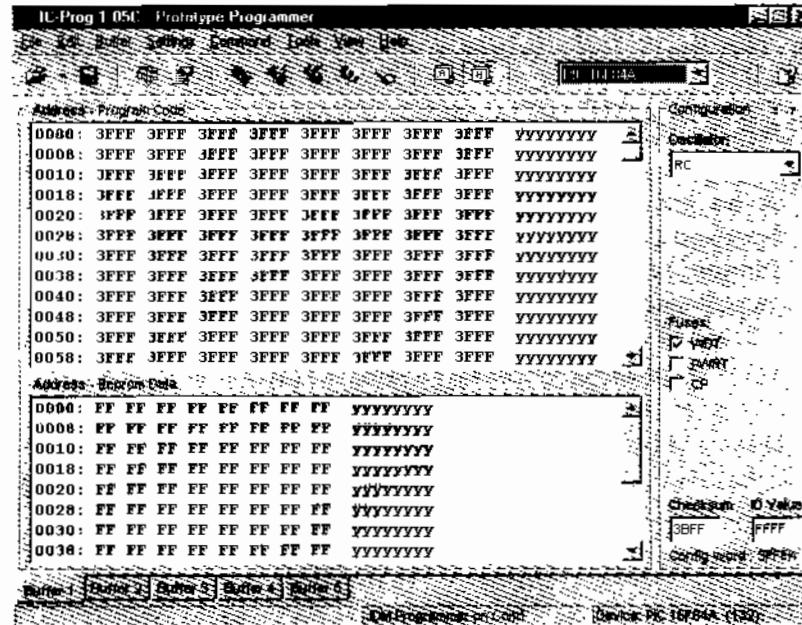

Figura 3-8 Pantalla típica del IC-Prog
- 2º La primera vez que lo ejecutamos entraremos en una pantalla de presentación de la que se saldrá aceptando todas las opciones por defecto. Si trabaja con Windows 2000 o XP aparecerán unas pantallas de error debido a que todavía no se ha configurado correctamente como se explica en el apartado 3.7. Seguidamente aparece una pantalla en inglés, similar a la figura 3-8, donde se presenta toda la información necesaria para programar el dispositivo. Esta pantalla posee, al menos: